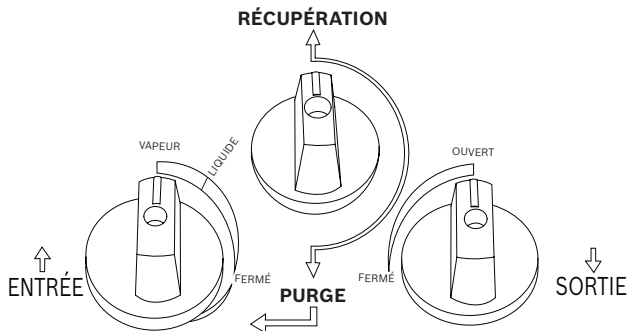

Fig.2: Position des vannes pour la récupération normale
2. Avant de raccorder les flexibles, vérifier que les vannes de service du système de climatisation ou frigorifique, les vannes du jeu de jauges collectrices, les vannes de régulation de l'unité de récupération et les vannes du réservoir de récupération sont fermées. Vérifier également que la vanne de récupération / purge est en position **RÉCUPÉRATION** (pointant vers le haut). Voir Fig. 2.
11. Tourner la vanne de régulation (bleue) à l'entrée de la machine de récupération sur le repère **LIQUIDE** de la façade, voir Fig 2. Tourner l'interrupteur général en position **ON** pour démarrer la récupération.
3. Avant de raccorder les flexibles, vérifier que les vannes de service du système, les vannes de régulation de l'unité de récupération et les vannes du réservoir de récupération sont fermées. Vérifier également que la vanne de récupération / purge est en position **RÉCUPÉRATION** (pointant vers le haut). Voir Fig. 2.